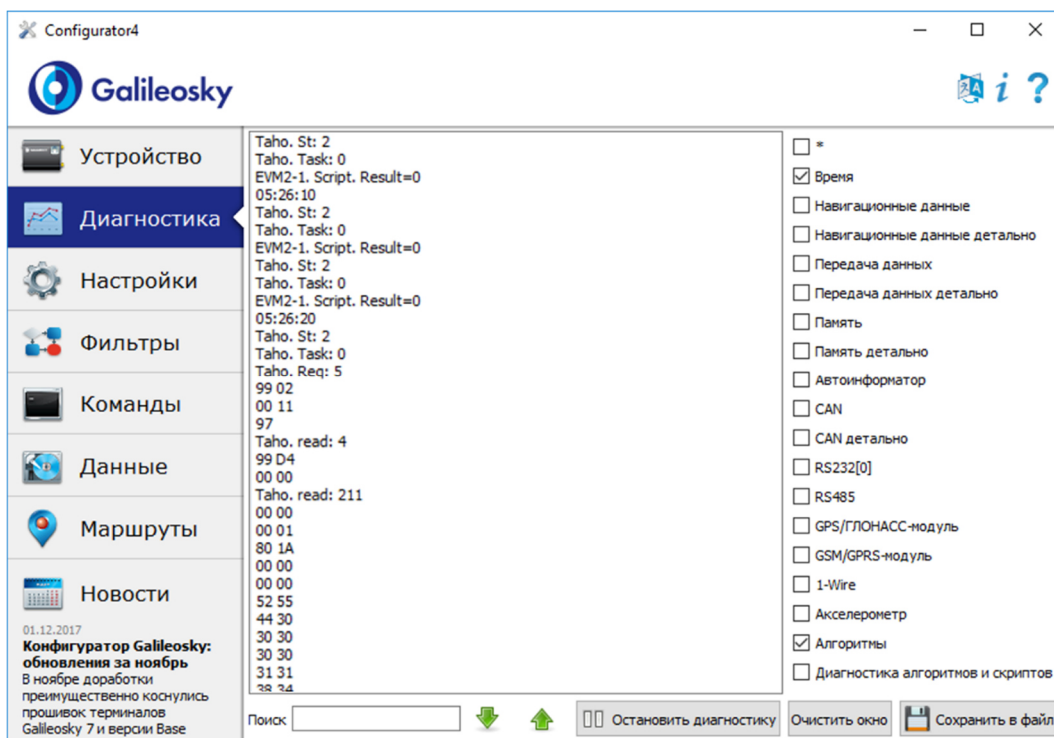

Рис. 9
- для проверки работоспособности алгоритма перейдите на вкладку «Диагностика» Конфигуратора, отметьте параметр «Алгоритмы» и проверьте наличие диагностических сообщений (Рис. 9):